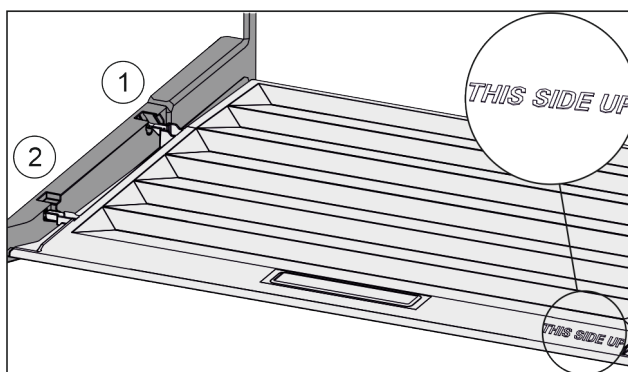

Fig. 153
- ▶ Anbring dækslets tappe over åbningen i den bagste holder Fig. 153 (1), og lad dem gå i indgreb i forreste holder Fig. 153 (2).